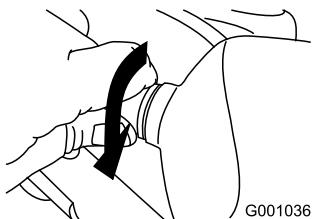

Figure 64
- Tournez l'embase de l'ampoule dans le sens horaire jusqu'à ce qu'elle soit bien vissée (Figure 64).